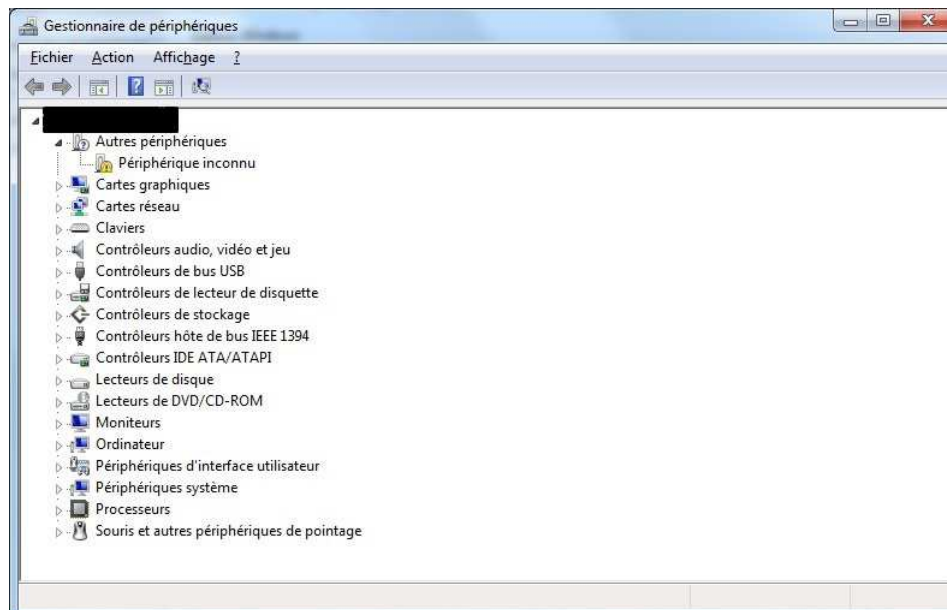

Figure 11 : Gestionnaire de périphériques
- Puis sélectionner le gestionnaire de périphériques (cf. Figure 11) ;